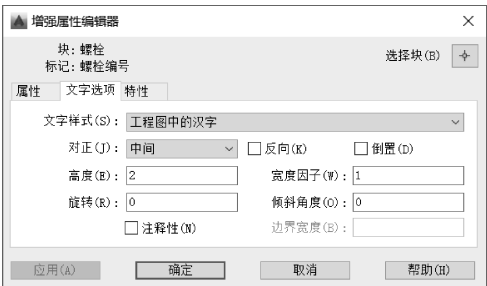

图 8-23 “文字选项” 选项卡
- “文字选项” 选项卡：用于修改属性文字的格式，该选项卡如图 8-23 所示。